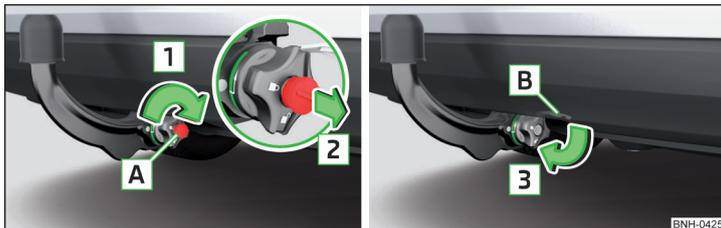

Fig. 216 Bloquear la cerradura y retirar la llave/ Introducir la tapa en la cerradura
- Gire la llave [A] en el sentido de la flecha [1] de manera, que la flecha en la llave muestra hacia el símbolo  » fig. 216.